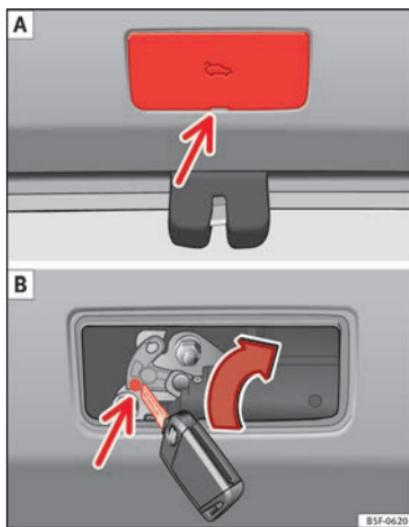

Fig. 7 Coffre à bagages, côté droit : accès au déverrouillage d'urgence.
- Retirez le volet en insérant un tournevis dans la rainure » » fig. 7 A.
- Introduisez la clé dans l'orifice prévu à cet effet et tournez-la dans le sens de la flèche jusqu'à libérer le loquet » » fig. 7 B.